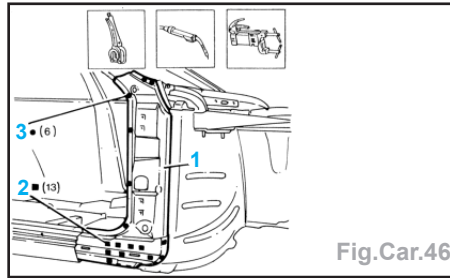

Fig.Car.46
- Enlever les morceaux de tôle en excès (2).
- Enlever les éléments de rechange (3).
- Positionner et bloquer le renfort de pied avant (1) sur le véhicule en se servant des trous que l'on a percés (Fig.Car.46).